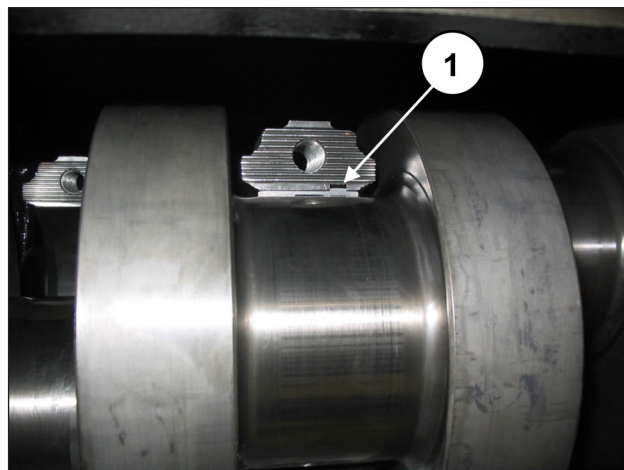

Fig. 60
Pour monter correctement les demi-coussinets, s'assurer que la languette de repère des demi-coussinets se trouve dans son logement sur la demi-bielle (rep. ①, Fig. 60).